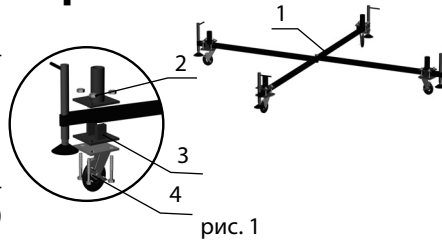

рис. 1
- Установить базу (1) на винтовые домкраты и выполнить сборку колес (4), нижних опор базы (3) и верхних опор базы (2) при помощи крепежа колес (12) (рис. 1).